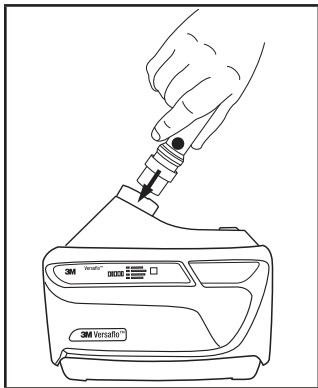

Fig. 16-1 – Fixation du débitmètre
- Insérer le débitmètre TR-971 dans la sortie d'air du souffleur à moteur TR-600. Si le tuyau de respiration est installé, le retirer pour permettre l'insertion du débitmètre (Fig. 16-1).